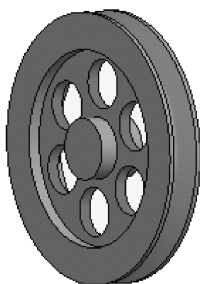
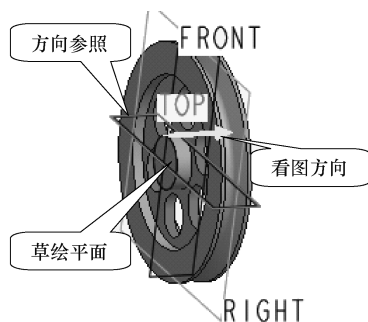

图4-145 生成幅板孔
图4-146 定义草绘平面放置属性
(14) 满足要求后，在图形区单击鼠标中键完成幅板孔的创建，按<Ctrl+D>组合键回到默认观察角度，模型如图4-145所示。
(15) 单击【拉伸】按钮，在对话框单击【移除材料】按钮，使其处于按下状态。
(16) 在操控板中单击【放置】按钮，弹出【放置】下滑面板。
(17) 单击其中的按钮，在弹出的【草绘】对话框中定义草绘视图的放置属性。选取如图4-146所示的左端圆平面作为草绘平面，看图方向朝右，选取“TOP”面作为方向参照，方向设为“顶”，单击按钮，进入草绘界面。